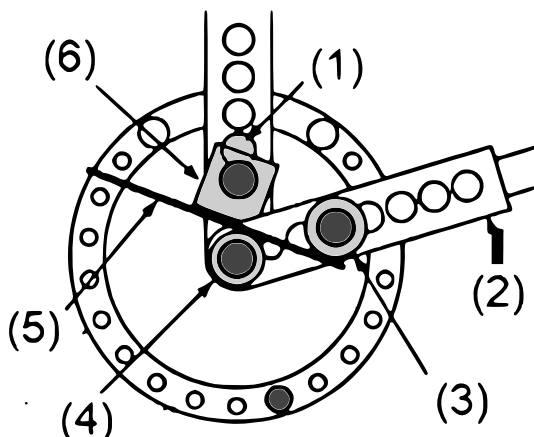

Abbildung 4: Aufbau für einfaches Radiusbiegen
1. Wählen Sie das Biegewerkzeug aus, das dem Radius des Werkstücks entspricht, das Sie biegen möchten. Installieren Sie es als Zentrierwerkzeug auf dem Scharnierbolzen (9), der den Bügelhebel (15) an der Biegehalterung (4) festhält (siehe Abb. 4).
3. Ein Biegewerkzeug auswählen, das das Werkstück am Zentrierwerkzeug festhält, ohne dass das Werkstück rutscht. Dieses dann als Aussteifungsform mit dem kurzen Scharnierstift (14) montieren. Stellen Sie sicher, dass sich die Aussteifungsform so nah wie möglich am Werkstück befindet.
4. Das Werkstück zwischen den Biegewerkzeugen und dem Anschlagblock (10) einlegen (Abb. 4).